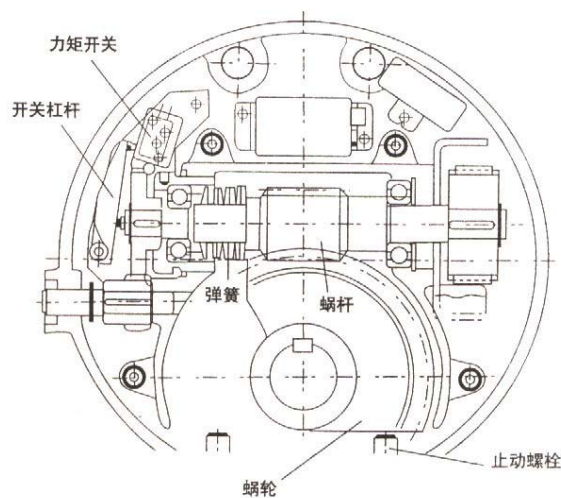
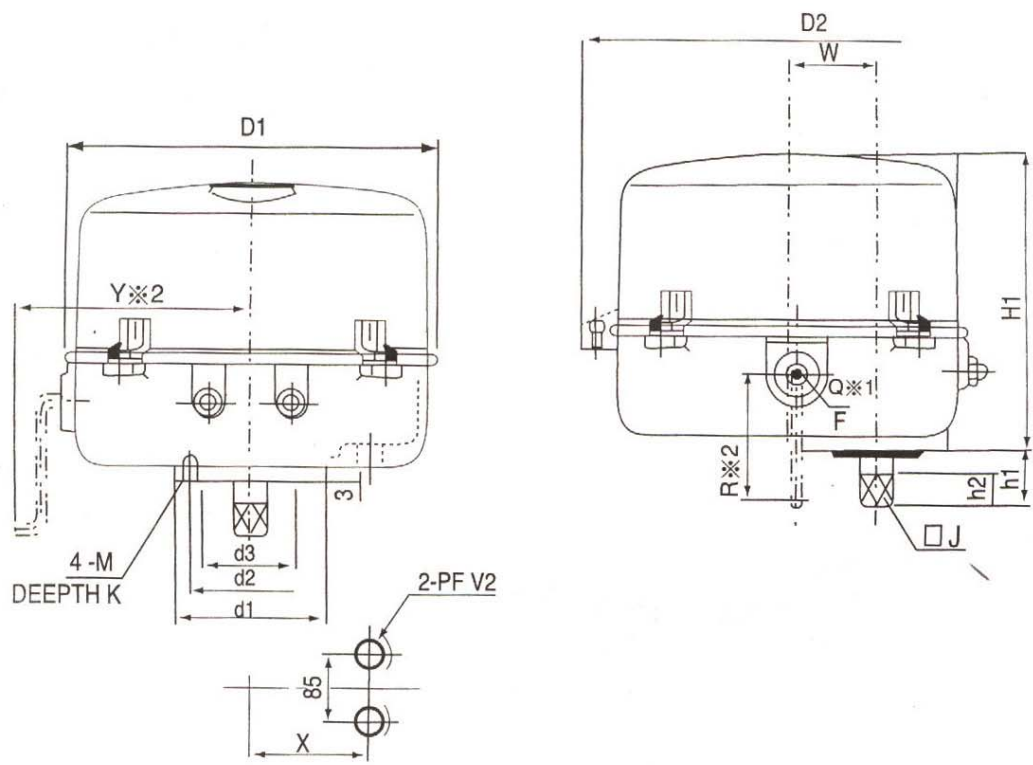
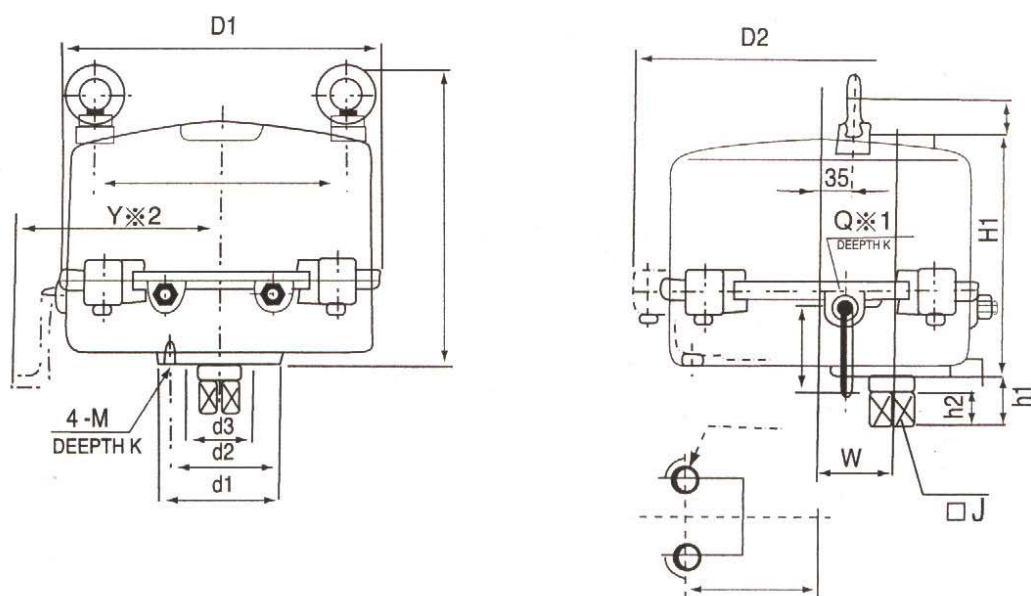

图9 力矩开关动作原理
图10 381RSA、381RSB、381RXB型执行器
图11 381RSC型执行器
*力矩开关的动作原理（见图 9）
外形尺寸见图 9、图 10、图 11 和表 4